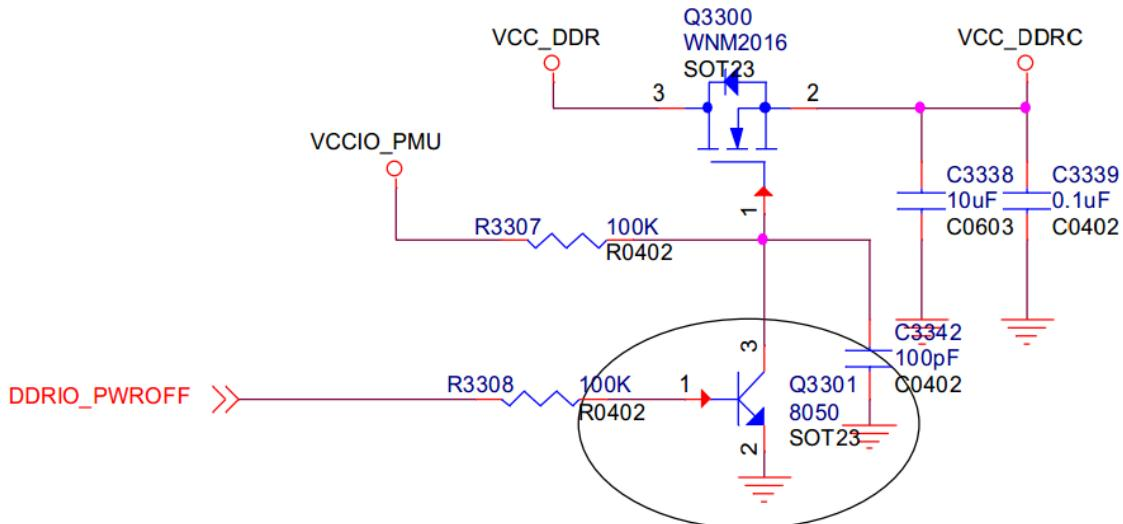

图 8-8
- LPDDR2/3 模式下，为避免 VCC_DDRC 电压过低（1.2V）导致 MOS 无法完全导通，增加一个 N MOS 管 Q3100，如图 8-8 所示；